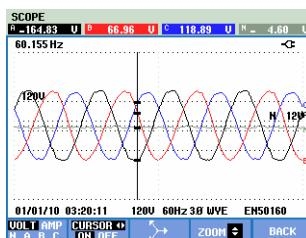

Рис. 23-3 Отображение осциллографм, курсор и масштабирование включены
- Клавиши со стрелками вверх/вниз служат для изменения масштаба в вертикальном направлении (Рис. 23.3).